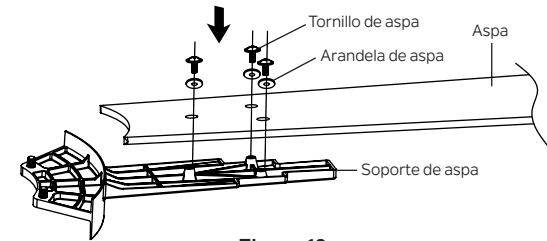

Figura 18
Paso 1. Fije el aspa al soporte del aspa usando tres tornillos para aspa y tres arandelas que se encuentran en el paquete de accesorios como se muestra. No apriete los tornillos de las aspas hasta que haya atornillado todos los tornillos. Luego, apriete cada tornillo comenzando con el tornillo central. (Figura 18)